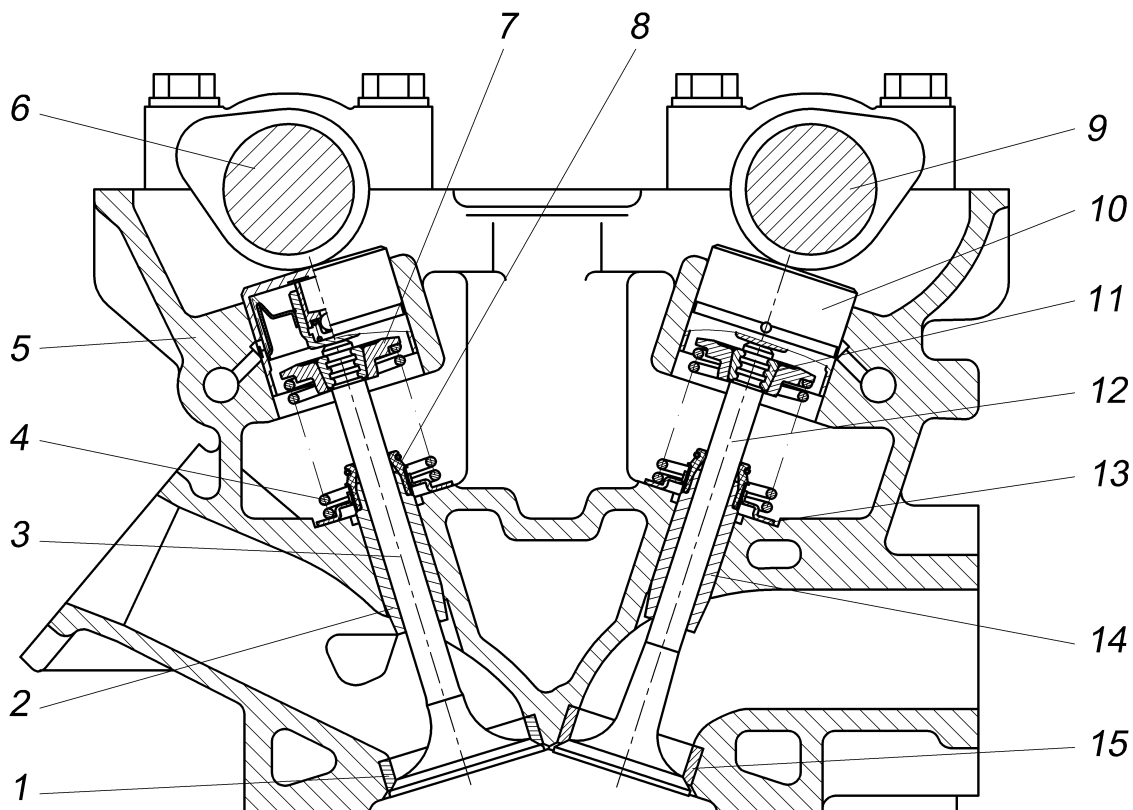

Рис.20. Привод клапанов:
**Привод клапанов** (рис.20) осуществляется двумя распределительными валами 6 и 9, расположенными в головке цилиндров 5. Кулачки распределительных валов действуют непосредственно на гидротолкатели 10, которые перемещаются в цилиндрических отверстиях головки цилиндров. Применение гидравлических толкателей в приводе клапанов исключает необходимость регулировки зазоров. В приводе применяется одна пружина на каждый клапан.